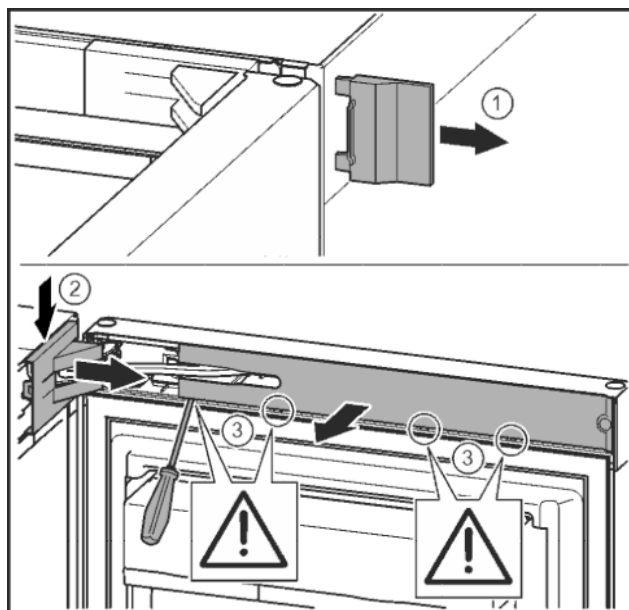

Fig. 11
- ▶ Снять внешнюю крышку. Fig. 11 (1)
- ▶ При помощи отвёртки освободить крышку опорного кронштейна и отсоединить. Снять крышку опорного кронштейна. Fig. 11 (2)
- ▶ Шлицевой отвёрткой вывести накладку из зацепления и отвести в сторону. Fig. 11 (3)